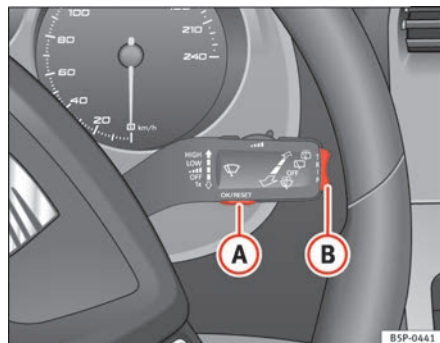
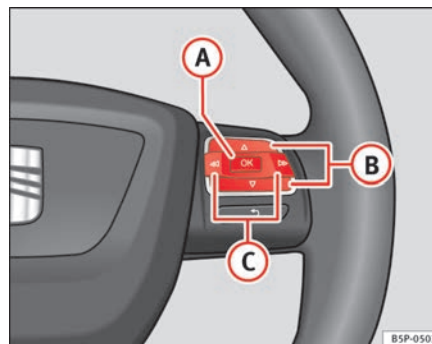

Fig. 43 Palanca del limpiacristales: tecla A para confirmar opciones del menú y tecla basculante B para cambiar de menú
Fig. 44 Mandos en volante: tecla A para confirmar opciones del menú y teclas B para cambiar de menú
⇒ página 68, fig. 44 hasta que lo visualice en la pantalla. Ya está dentro de este menú.
- Para cambiar de una memoria a otra, pulse brevemente la tecla **A** ⇒ **página 68, fig. 43** ⇒ página 68 de la palanca del limpiacristales o la tecla **OK** del volante multifunción ⇒ **página 68, fig. 44** ⇒ página 68 con el encendido conectado.
En el indicador multifunción puede consultar los siguientes datos accionando la tecla basculante **B** ⇒ página 68, fig. 43 ⇒ página 68 de la palanca del limpiacristales o pulsando la tecla **Δ** o **▽** ⇒ página 68, fig. 44 del volante multifunción*.